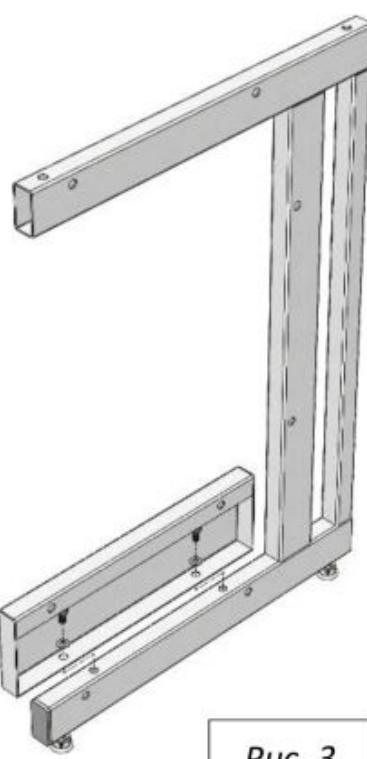

Рис. 3
3. Если предполагается установка низких тумб, закрепить на боковинах каркаса боковые рамы для тумб, используя болты M8x16, шайбы 8 и предусмотренные в боковинах заклёпки-гайки M8 (Рис. 3)